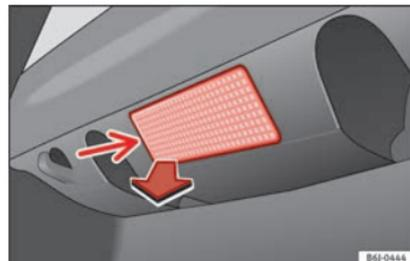

Abb. 118 Gepäckraumleuchte*
- Das Lampenglas der Glühlampe durch Druck mit einem Schraubendreher auf dessen Unterkante (Pfeil) abnehmen »» Abb. 118.